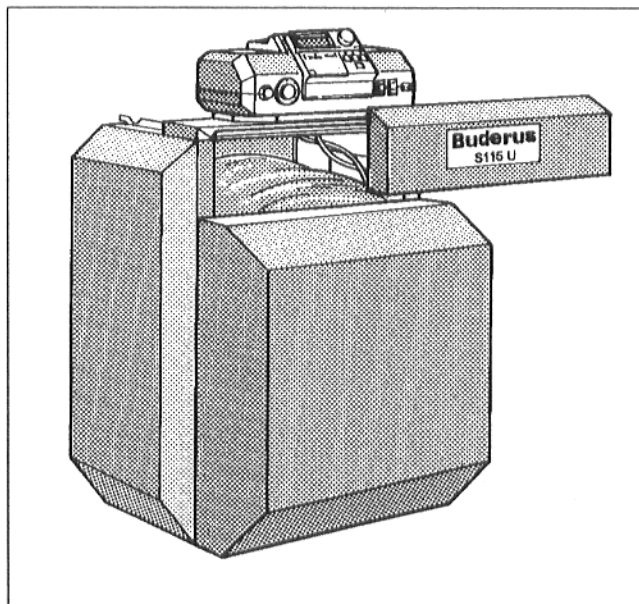

Рис. 26
- Окантовку верхней передней стенки вставить в передний кожух котла (Рис. 26).
- Снять кожух горелки* (приподнять с обеих сторон двумя руками и подать вперед – Рис. 26).